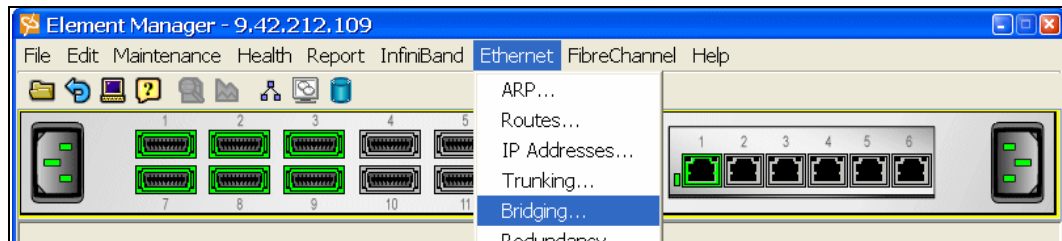

図8-26 Bridging
1. Element Manager で、「Ethernet」 → 「Bridging」 を選択します（図 8-26）。